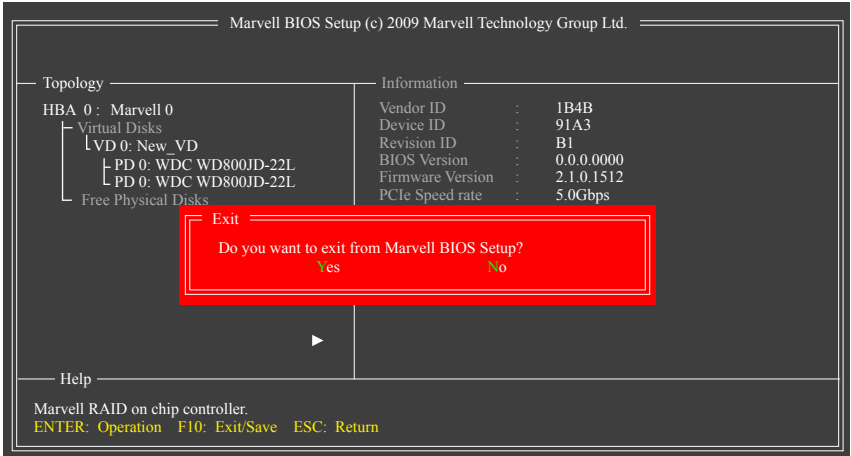

図 7
7. 設定を保存し、終了します。RAID設定を完了した後、設定画面を終了する前に、メイン画面で必ず<F10>を押してください。<Y>を押して確認するか、<N>を押してキャンセルします (図 7)。